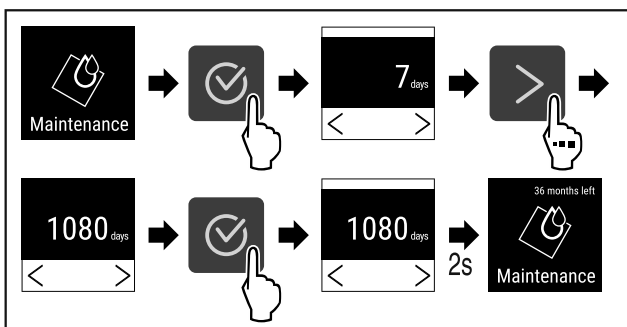

Fig. 98
- ▶ Udfør handlingstrinene (se Fig. 98) .